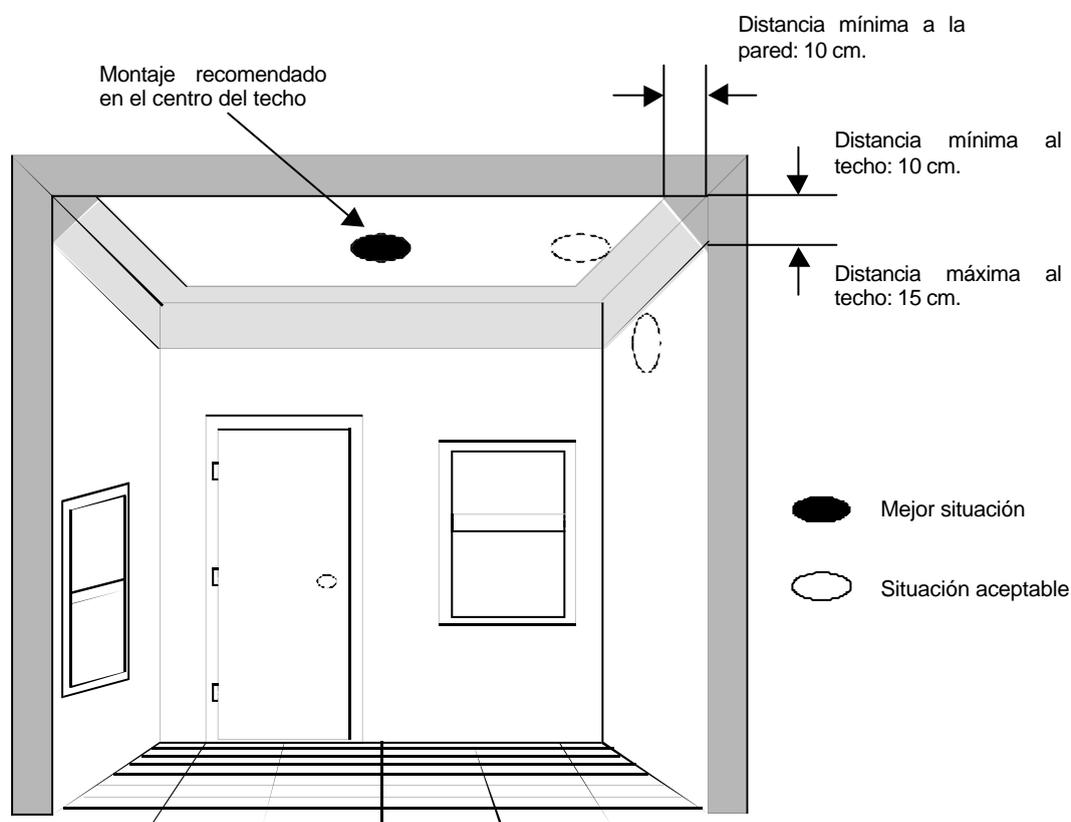

Figura 17
- Instale el detector de incendio en el techo, lo más centrado posible. Si no es posible montarlo centrado, se puede desplazar por el techo. Nunca monte el detector de incendio a una distancia inferior a 10 cm de cualquier pared o esquina (figura 17).
- Si no es posible montar el detector en el techo, lo puede montar en paredes interiores, a una distancia de entre 10 y 15 cm del techo (figura 17).